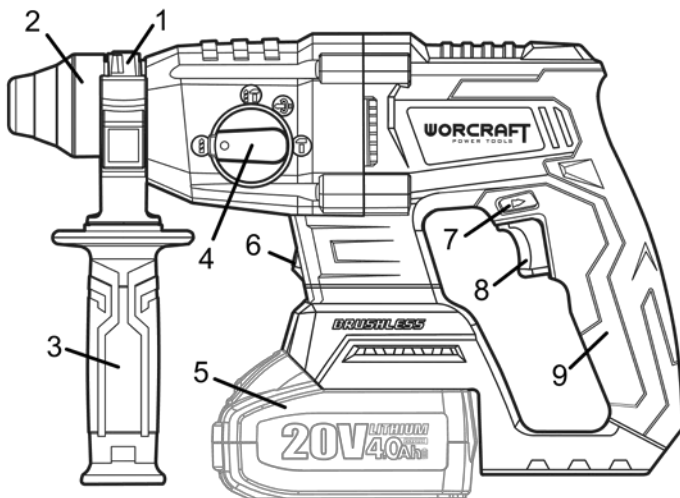
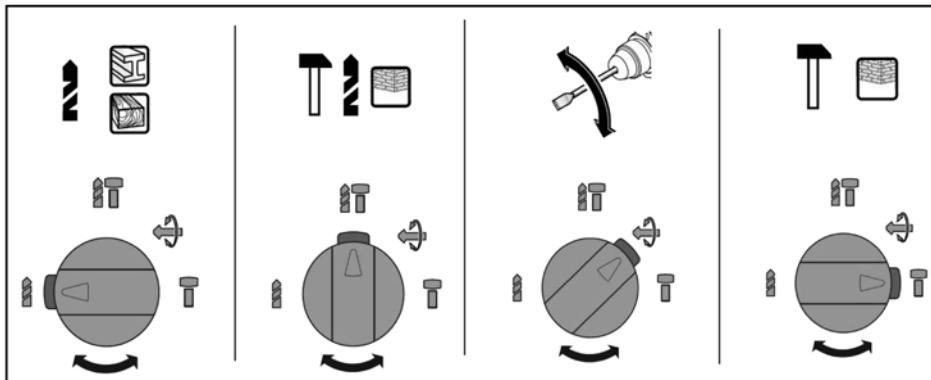

Рисунок 1
Рисунок 2
3.5 Після встановлення змінного інструменту завжди перевіряйте надійність його кріплення – спробуйте витягти його без відведення кільця патрона. Щоб витягти змінний інструмент з патрона необхідно відвести кільце патрона (2, рисунок 1) у бік передньої рукоятки (3, рисунок 1).
4.1 Після під'єднання акумуляторної батареї (продається окремо!), виберіть необхідний режим роботи виробу за допомогою перемикача (дивіться рисунок 2). Перемикач режимів роботи виробу здійснюється поворотом перемикача (4, рисунок 1) з одного положення в інше, відповідно символу режиму роботи:
4.2 Для увімкнення виробу натисніть на пускову кнопку (8, рисунок 1) з необхідним зусиллям для відповідної швидкості обертання двигуна. Для вимкнення виробу достатньо відпустити пускову кнопку.